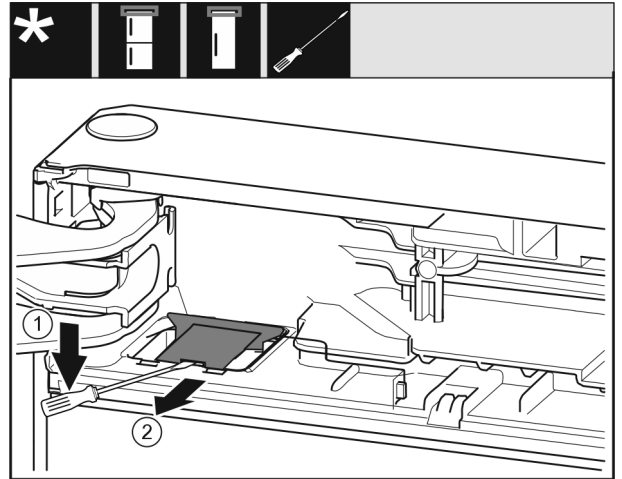

Fig. 9
- ▶ Vapauta suojus uraruuvimeisselillä ja nosta sitä ylös. Fig. 9 (1)
- ▶ Ota suojus ulos. Fig. 9 (2)